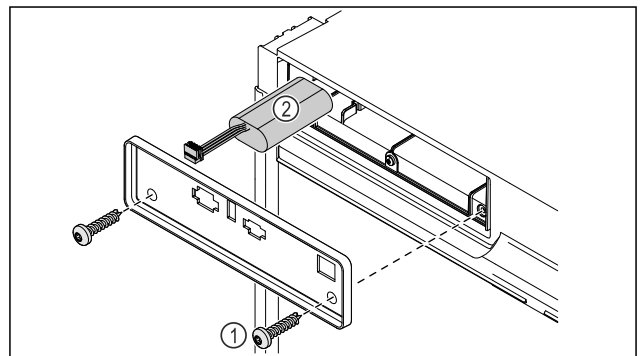

Fig. 228
- ▶ Открутите винты и снимите крышку с задней стороны устройства Fig. 228 (1).
- ▶ Отсоедините и извлеките аккумуляторную батарею Fig. 228 (2).